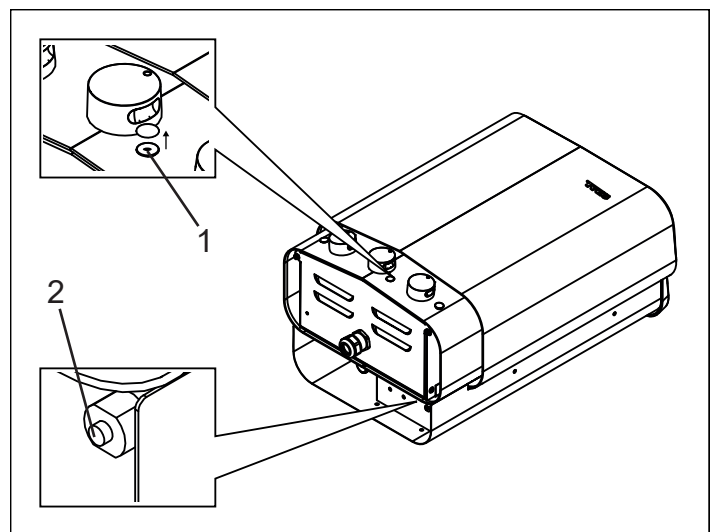

Abbildung 8: Zurücksetzen der Überhitzungsschutzgeräte
• **Heizung** - Der Überhitzungsschutz in der Heizung schützt Bauteile, Heizstäbe und Hölzer in der Sauna vor Überhitzung. Auf der Vorderseite der Heizung befindet sich unter einem schwarzen Absteckstopfen rechts von dem Thermostatschalter eine rote Reset-Taste, die gedrückt werden muss (siehe Abb. 8). Wenn die Abschaltung ausgelöst wurde, ist beim Drücken der Taste ein Widerstand zu spüren und ein Klick zu hören. Wenn keine Abschaltung ausgelöst wurde sowie nach dem Reset fühlt sich die Taste elastisch an.
• **Wasserbehälter** - Der Überhitzungsschutz des Behälters soll verhindern, dass der Heizstab trockenfällt. An der Unterseite der Heizung gibt es eine rote Reset-Taste, die gedrückt werden muss (siehe Abb. 8). Wenn die Abschaltung ausgelöst wurde, ist beim Drücken der Taste ein Widerstand zu spüren und ein Klick zu hören. Wenn keine Abschaltung ausgelöst wurde sowie nach dem Reset fühlt sich die Taste elastisch an.